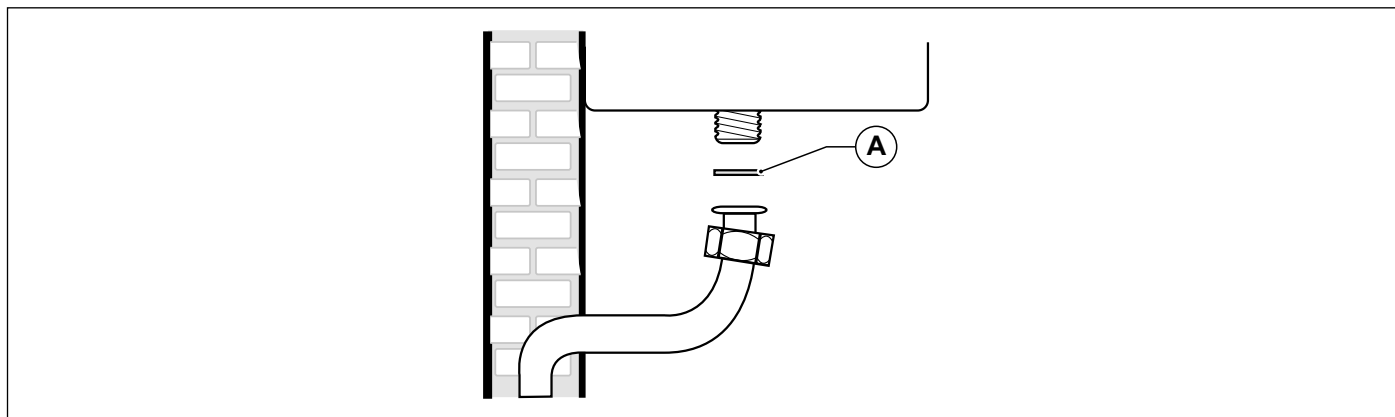

Fig. 20 Conexión a la red de gas
ES OBLIGATORIO, para conectar la toma de gas de la caldera a la tubería de alimentación colocar una junta (A) de medidas y materiales adecuados (ver Fig. 20 Conexión a la red de gas).